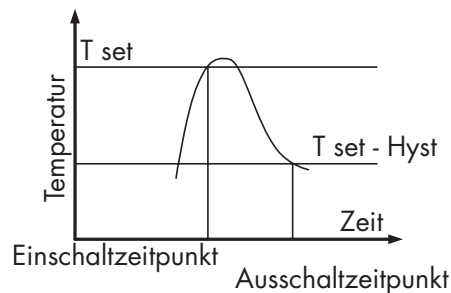

Bild 5 Hysterese beim Kühlen
- Hyst eingestellt: schaltet erst aus, wenn die gemessene Temperatur $\leq T_{set} - Hyst$, siehe **Bild 5**.